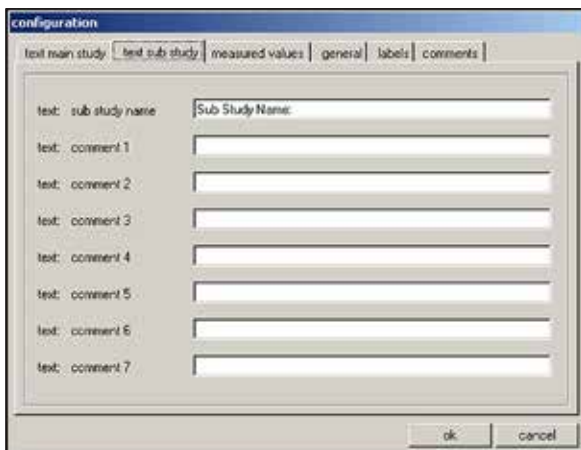

图 36
- 1 **Text main study** 请参见 (→ 图 36) 中的解释 (主研究文本)
- 2 **Text substudy** 请参见 (→ 图 36) 中的解释 (次研究文本)